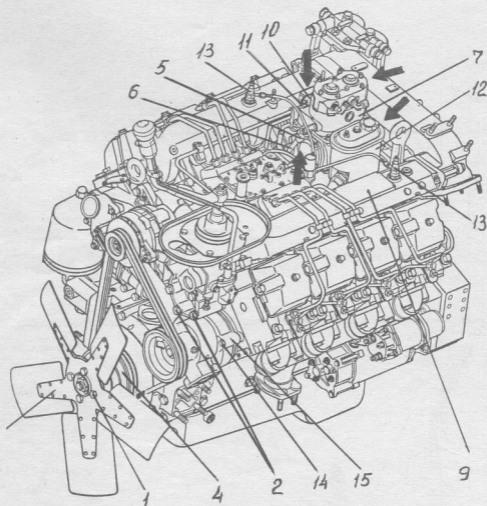

Рис. 13. Двигатель с оборудованием в сборе:
30. Отвернуть накидную гайку 5 (Рис. 13) соединительной муфты трубки подвода охлаждающей жидкости и компрессору 7 и отсоединить трубку 6 от угольника компрессора. (Ключ гаечный открытый 22 мм).